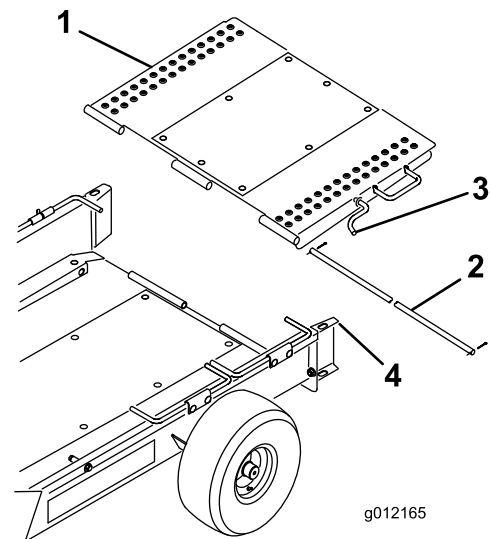

图4
4. 用铰链杆和 2 个开口销将拖车坡道安装到拖车底板的后面 图4。
5. 将拖车坡道向上转动并将坡道门锁挂入车轮导轨顶部的孔中 图4。
- 将拖车坡道向上转动并将坡道闩锁挂入车轮导轨顶部的孔中图4。